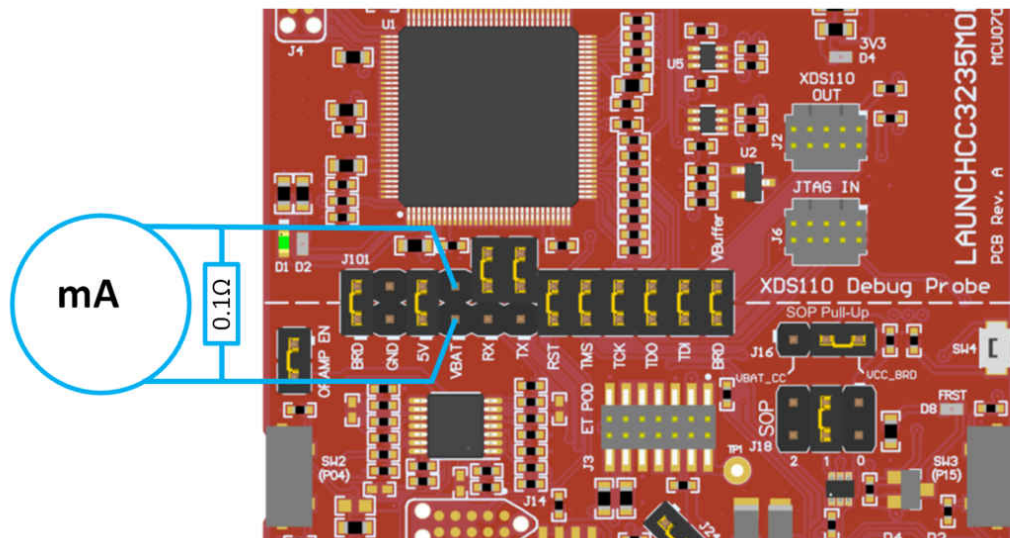

图 4-3. 有功电流测量
1. 拆下 VBAT 跳线 (J18)，如图 4-3 所示。